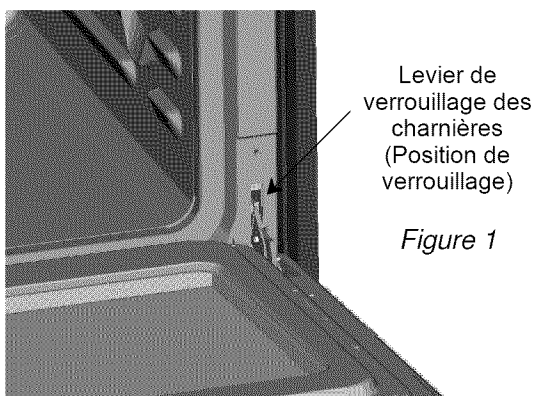
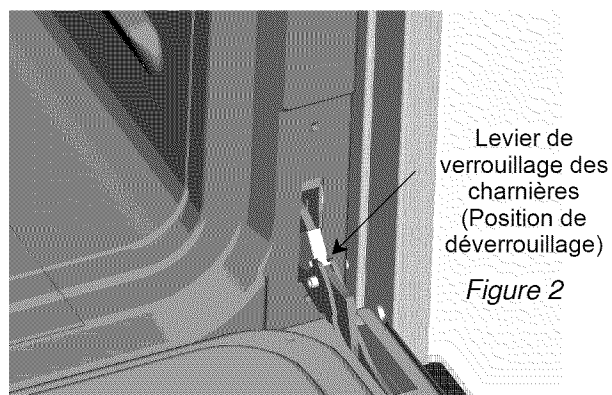
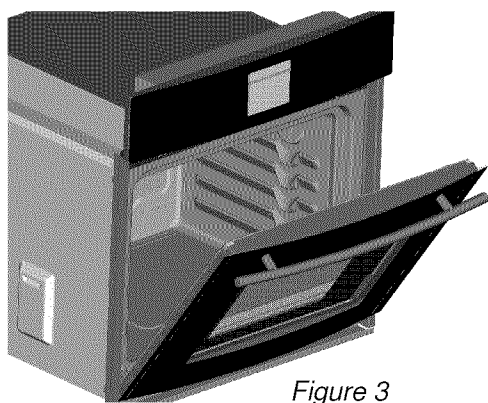

Figure 1
Figure 2
Figure 3
- Ouvrir complètement la porte du four (voir la figure 1).
- Déverrouiller le levier de verrouillage des charnières en le tournant vers le BAS (voir la figure 2).
- Fermer la porte du four jusqu'à la position de « dépose » (jusqu'à ce qu'elle bute ; voir la figure 3).
- Une fois que les bras de charnière reposent sur les broches (voir la figure 3), ouvrir doucement la porte du four jusqu'à « ouverture complète » (voir la figure 2).
- Assujettir la porte au four en RELEVANT le levier de verrouillage des charnières en position de verrouillage (voir la figure 1).
**REMARQUE : S'assurer que le levier de verrouillage des charnières soit RELEVÉ à fond en position de verrouillage, tel qu'indiqué (voir la figure 1), avant de refermer la porte du four.**
Si le levier ne se relève pas À FOND en position de verrouillage tel qu'indiqué (voir la figure 1), le bras de charnière n'est pas correctement en place dans le logement. Tourner le levier de verrouillage des charnières vers le BAS en position de déverrouillage (voir la figure 2) et enlever la porte du four tel qu'indiqué sous Dépose de la porte du four. Remettre ensuite la porte en place tel qu'indiqué sous Remise en place de la porte du four en veillant à ce que les encoches sur les bras de charnières soient complètement engagées sur les broches horizontales du logement du bras.
- Une fois le levier de verrouillage des charnières RELEVÉ à fond en position de verrouillage (voir la figure 1), fermer la porte du four.